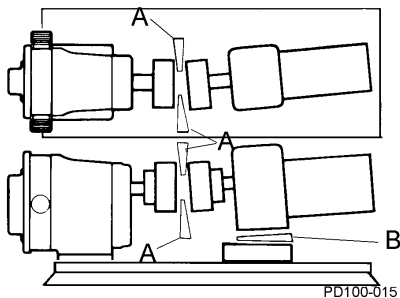

Abbildung 21 - Schrägausrichtung prüfen
1. Prüfen Sie mit einer Fühllehre oder einem Lehdorn (Abbildung 21, Pos. A und B) die Fluchtung an vier Punkten, jeweils um 90° versetzt um die Kupplung herum. **Stellen Sie sie an allen Punkten auf das gleiche Maß ein.**